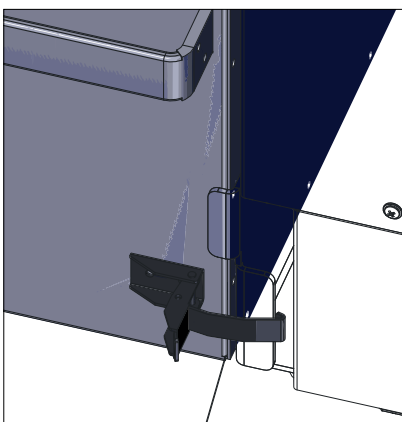

Fig. 125 Spannbügelverschluss schließen
- Spannbügelverschluss schließen – Fig. 125.